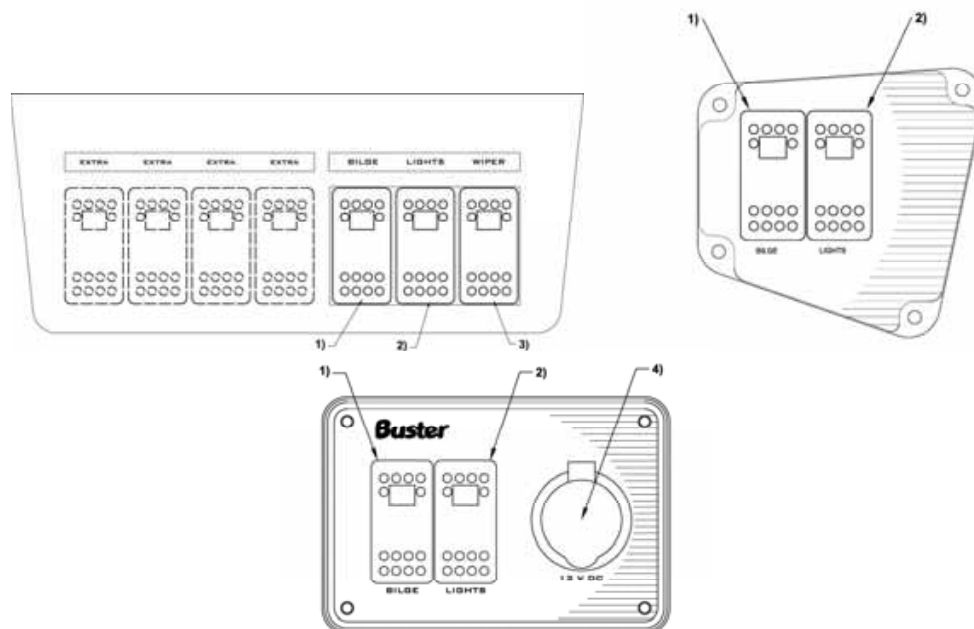

Рисунок 5. Панель переключателей для моделей Buster Magnum (слева), приборная панель остальных моделей Buster (справа).
- 6) Панель переключателей (см. Рисунок 5.)